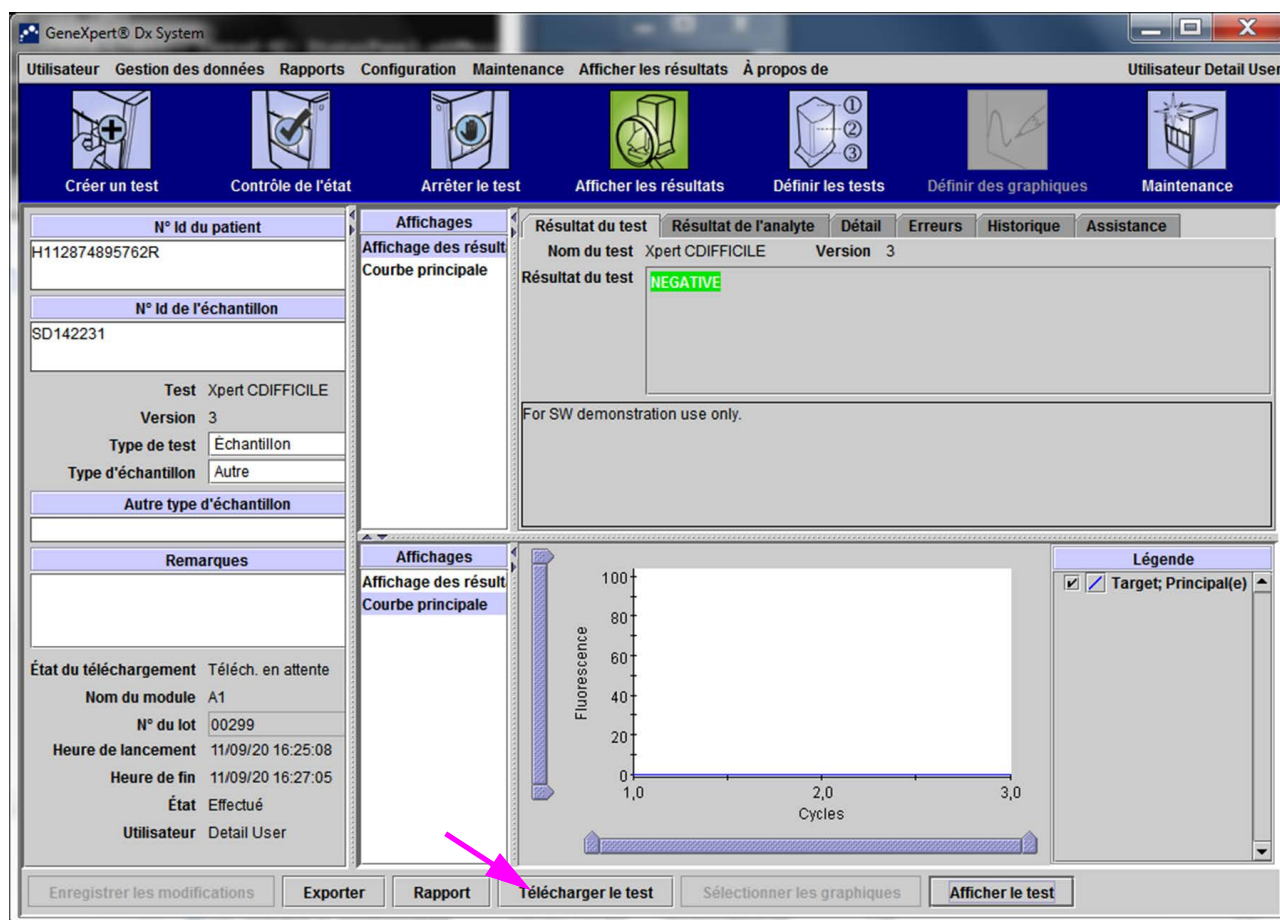
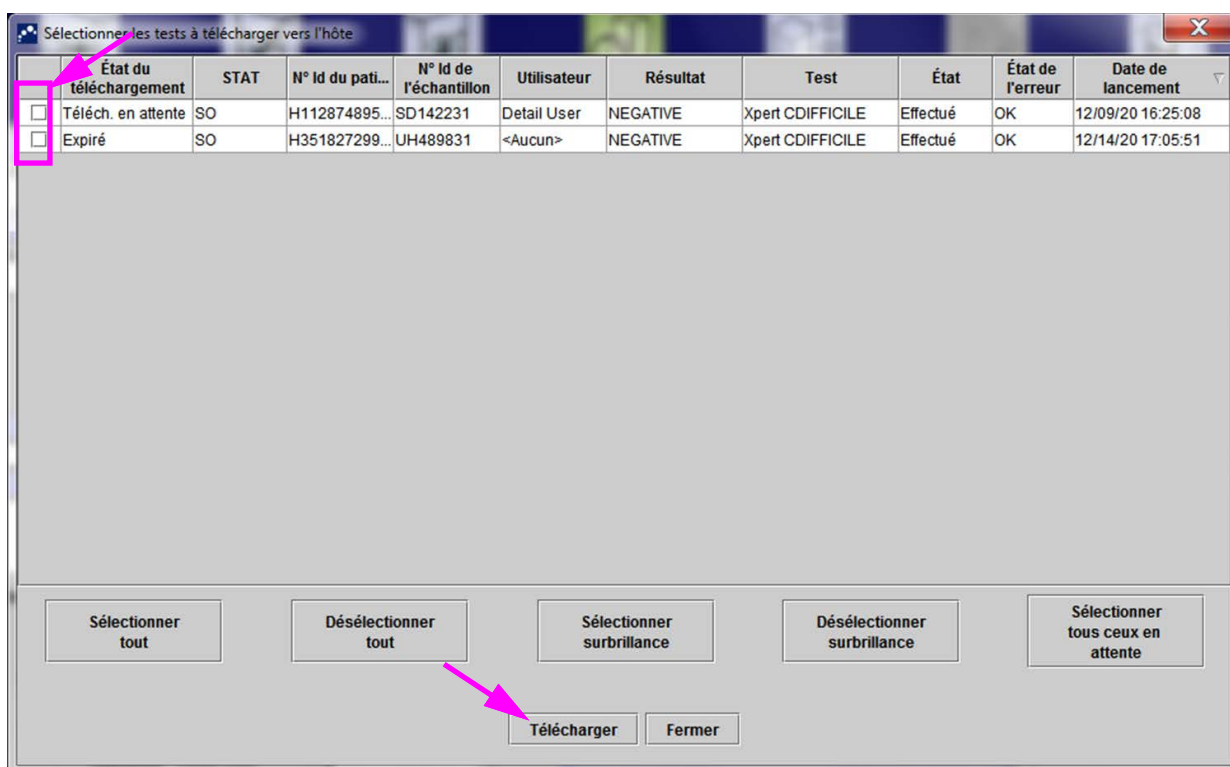

Figure 5-99. Téléchargement vers l'hôte affiché dans la zone d'informations relatives au test de la fenêtre Afficher les résultats
Figure 5-100. Fenêtre Sélectionner les tests à télécharger vers l'hôte
Une fois le test terminé, le résultat est automatiquement téléchargé. L'état du téléchargement s'affiche dans la zone d'informations relatives au test de la fenêtre Afficher les résultats. Voir Figure 5-99.
2. Cliquez sur **Télécharger le test** dans la fenêtre Afficher les résultats (cf. Figure 5-99). La fenêtre Sélectionner les tests à télécharger vers l'hôte apparaît et affiche les tests terminés. Voir Figure 5-100.